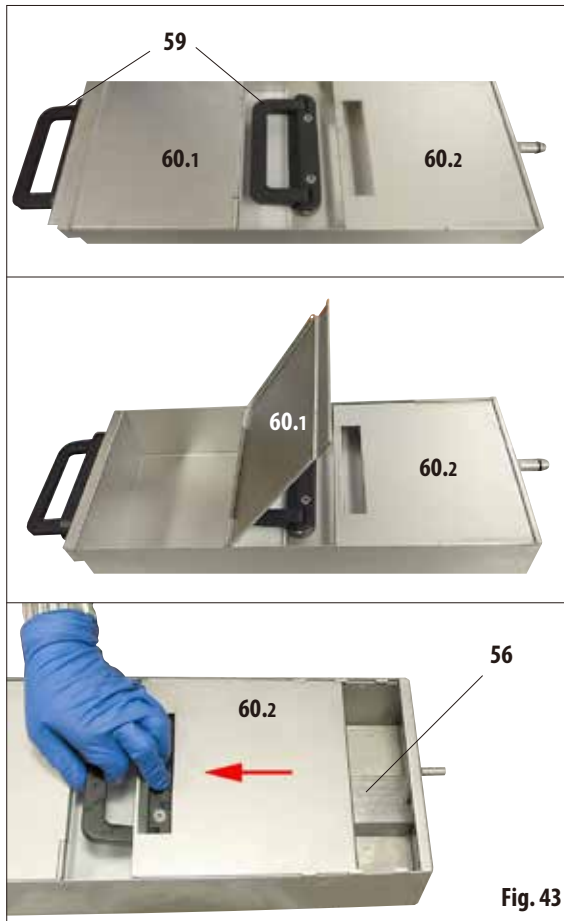

Fig. 43
- Todos los baños de parafina tienen dos asideros (59) para extraerlos y portarlos. Las dos tapas móviles (60.1 y 60.2) se encargan de aislar mejor el calor y evitan que al extraerlo se derrame parafina líquida (fig. 43).
- La tapa que está delante (60.1) al extraer el baño (en la figura, a la izquierda) se puede plegar hacia arriba (fig. 43, en el centro) para facilitar el llenado y la limpieza.
- La otra tapa (60.2) (en la figura, a la derecha) se puede mover y también se puede retirar para limpiarla (fig. 43).
- En cada baño de parafina hay un tamiz (56) (como en la estación de parafina) para proteger los conductos de parafina de la suciedad.